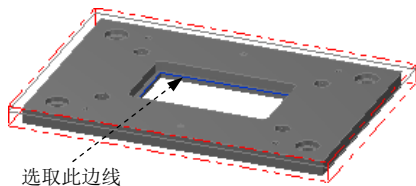
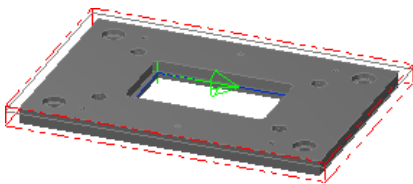

图 2.13 选取区域
图 2.14 定义区域
Step2. 设置加工区域。在图形区中选取图 2.13 所示的边线，系统自动选取图 2.14 所示的边链。单击 ☒ 按钮，完成加工区域的设置，同时系统弹出“2D 刀具路径-2D 挖槽”对话框，在该对话框中选择 **2D挖槽** 选项。